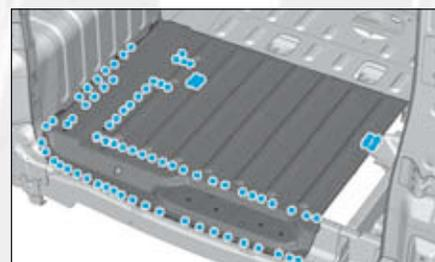

FIG.222
- Dépointer les points de soudures de plancher de charge partiel (Fig.222).